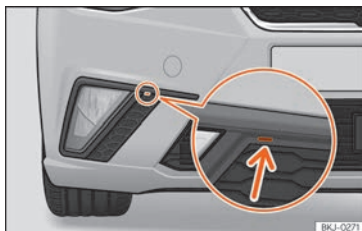

Abb. 56 Nebelscheinwerfer: Gitter herausziehen
- Einen Schraubenzieher in die Kerbe einführen » **Abb. 56** (Pfeil). Lösen Sie die Klipps